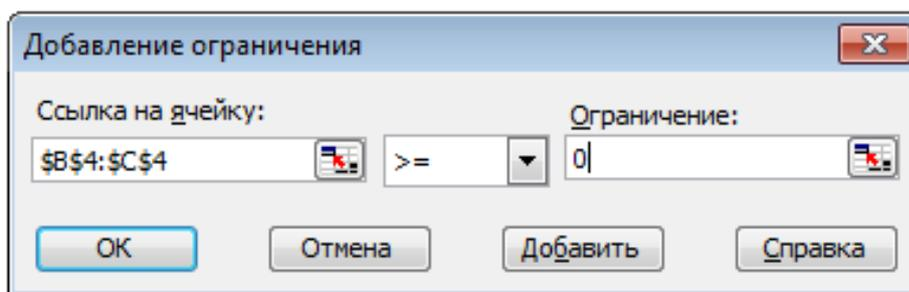

Рисунок 6 – Добавление условия неотрицательности переменных задачи (1)
- Нажмите кнопку «Добавить», после чего появится окно «Добавление ограничения» (рисунок 6).